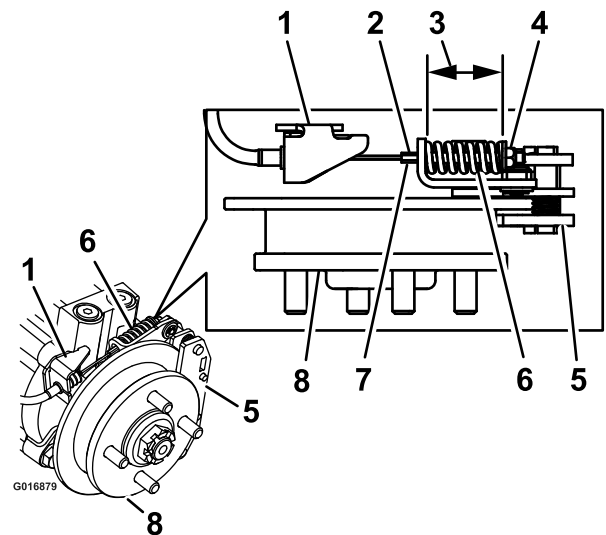

Figure 74
9. Maintenez l'extrémité de la tige filetée avec un outil et ajustez le contre-écrou jusqu'à ce que la longueur du ressort se situe entre 3,8 et 4 cm (1-1/2 et 1-9/16") (Figure 74). Le câble ne doit pas tourner quand les écrous sont desserrés.